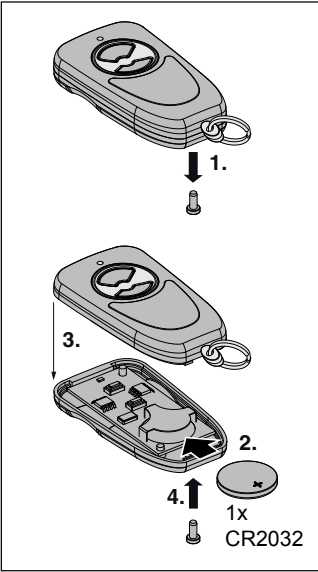

Fig. 2
3.1 Batterij vervangen / plaatsen (fig. 2)
3.1 Sustituir / introducir la pila (fig. 2)